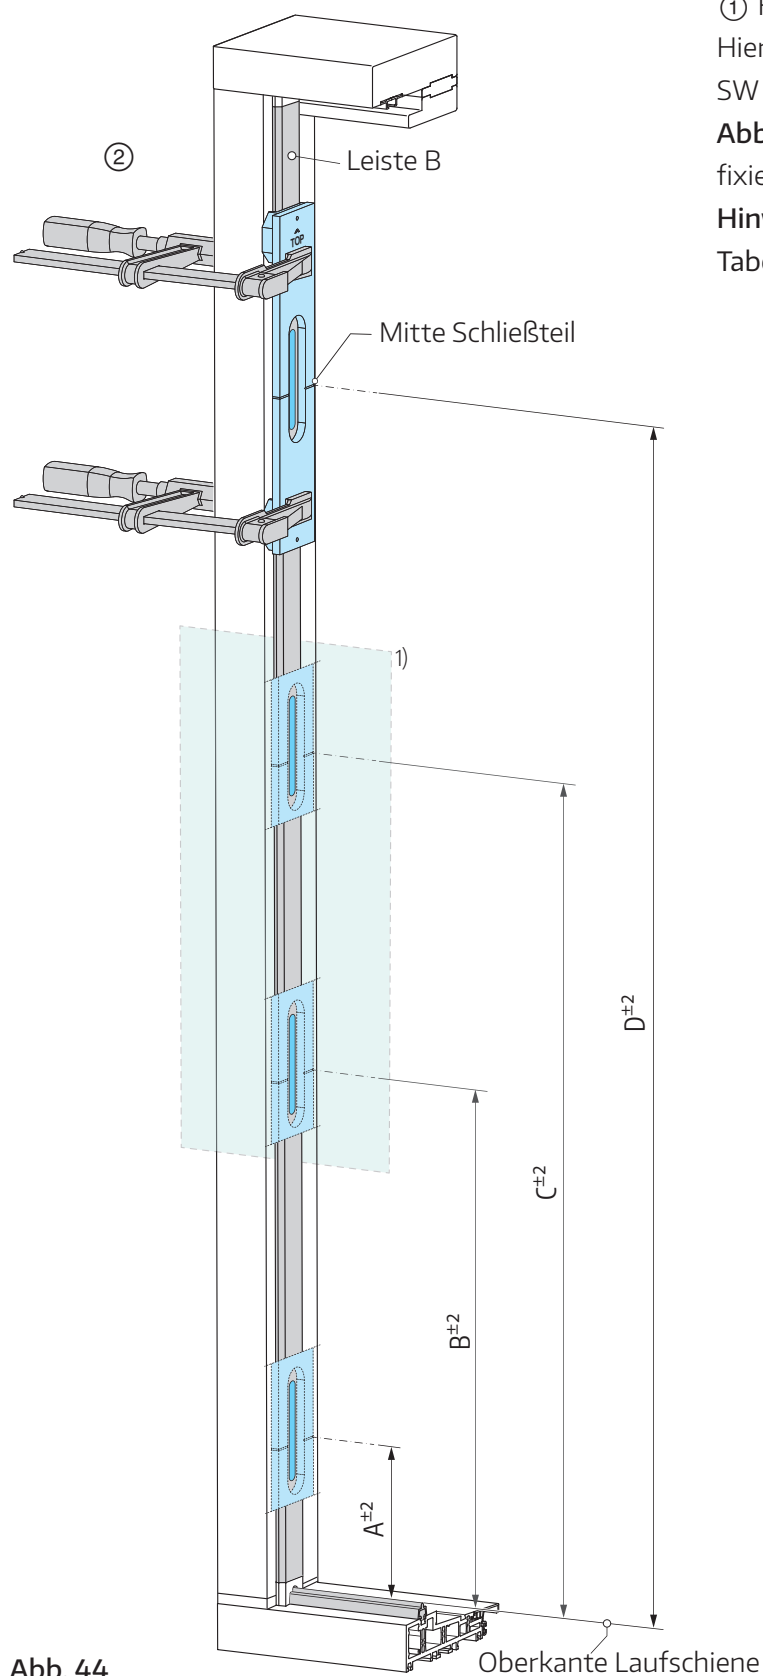

Abb. 44
- ① Fräslehre für Hakenschießteil zusammenfügen. Hierzu die Adapter mittels Innensechskantschrauben, SW 3, an der Rückseite der Lehre anschrauben, siehe **Abb. 43**. ② Fräslehre auf Leiste B positionieren und fixieren, **Abb. 44**.